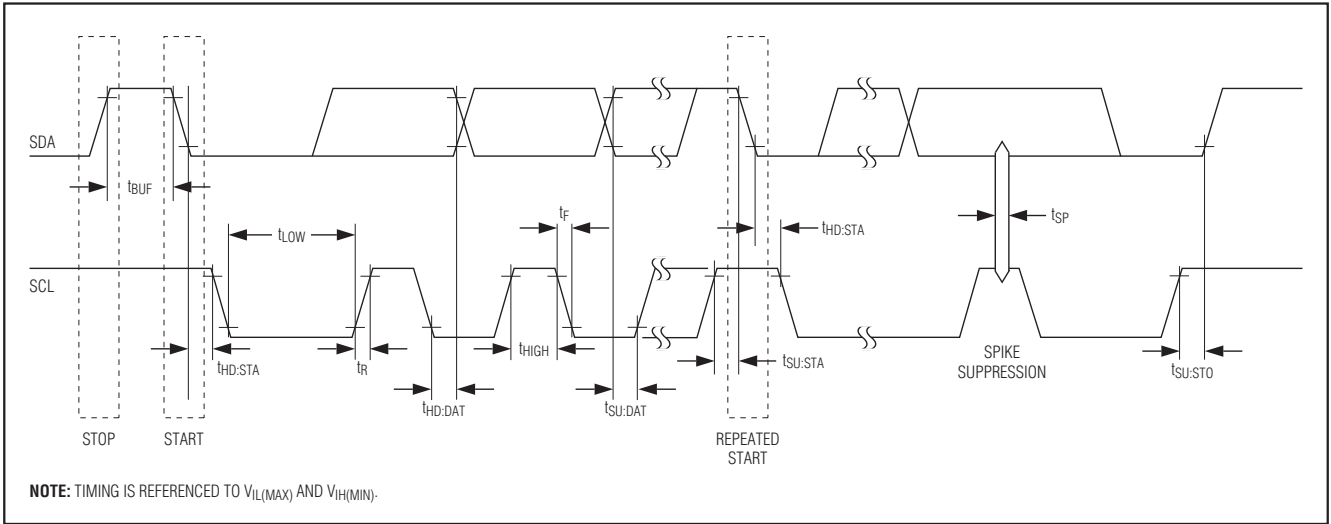

图10. I2C时序图
下面的术语通常是用来描述I2C数据传输。在图10中定义时序参考。
**数据有效：**除START和STOP条件外，SDA变化仅可能在SCL为低电平时进行。在SCL的整个高电平脉冲和所需的启动与保持时间(SCL下降沿之后的 $t_{HD:DAT}$ 和SCL上升沿之前的 $t_{SU:DAT}$ ，如图10所示)期间，SDA上的数据必须保持有效不变。每一位数据要求一个时钟脉冲。在SCL的上升沿，数据移入到接收器中。
写操作结束时，主机必须释放SDA总线，以便在下一个SCL的上升沿之前有足够的启动时间(最小值为： $t_{SU:DAT} + t_R$ ，参见图10)开始读取数据。在SDA线的前一个SCL脉冲的下降沿，从器件移出每个数据位。在当前SCL脉冲的上升沿，数据位有效。主机产生所有的SCL时钟信号，包括那些需要从从器件读取的脉冲。